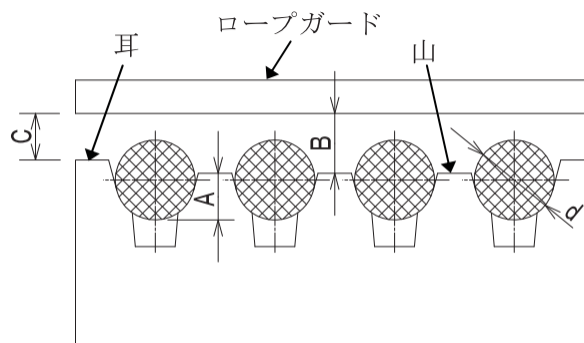

図 5-2：ロープガード取付け寸法
- ① 取付け状態の変化や条痕、及び亀裂等の異常がないこと。
- ② 綱車のロープ溝に規定値以上の摩耗^{※1}、及びロープスリップ等の異常がないこと。
- ③ 軸受に異常音、及び異常振動等がないこと。
- ④ ロープとロープ外れ止め間の際間寸法は図 5-2、及び表 5-2 の基準を満たし、ロープ外れ止めの干涉等の異常がないことを確認すること。